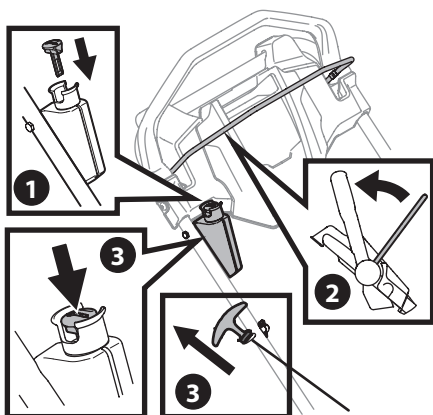

Figure 5
2. Placez-vous derrière l'appareil et serrez la commande de la lame contre la commande d'entraînement(Figure 5).
- **Démarrage à rappel** : Tenez la commande de la lame contre la commande d'entraînement et tirez sur la poignée du lanceur à rappel jusqu'à ce que vous sentiez une légère résistance. Puis tirez rapidement sur la poignée pour faire démarrer le moteur et empêcher la corde de s'enrouler rapidement. Répétez l'opération au besoin(Figure 5).
- **Démarrage électrique (le cas échéant)** : Pressez sur le bouton-poussoir pour démarrer le moteur(Figure 5).